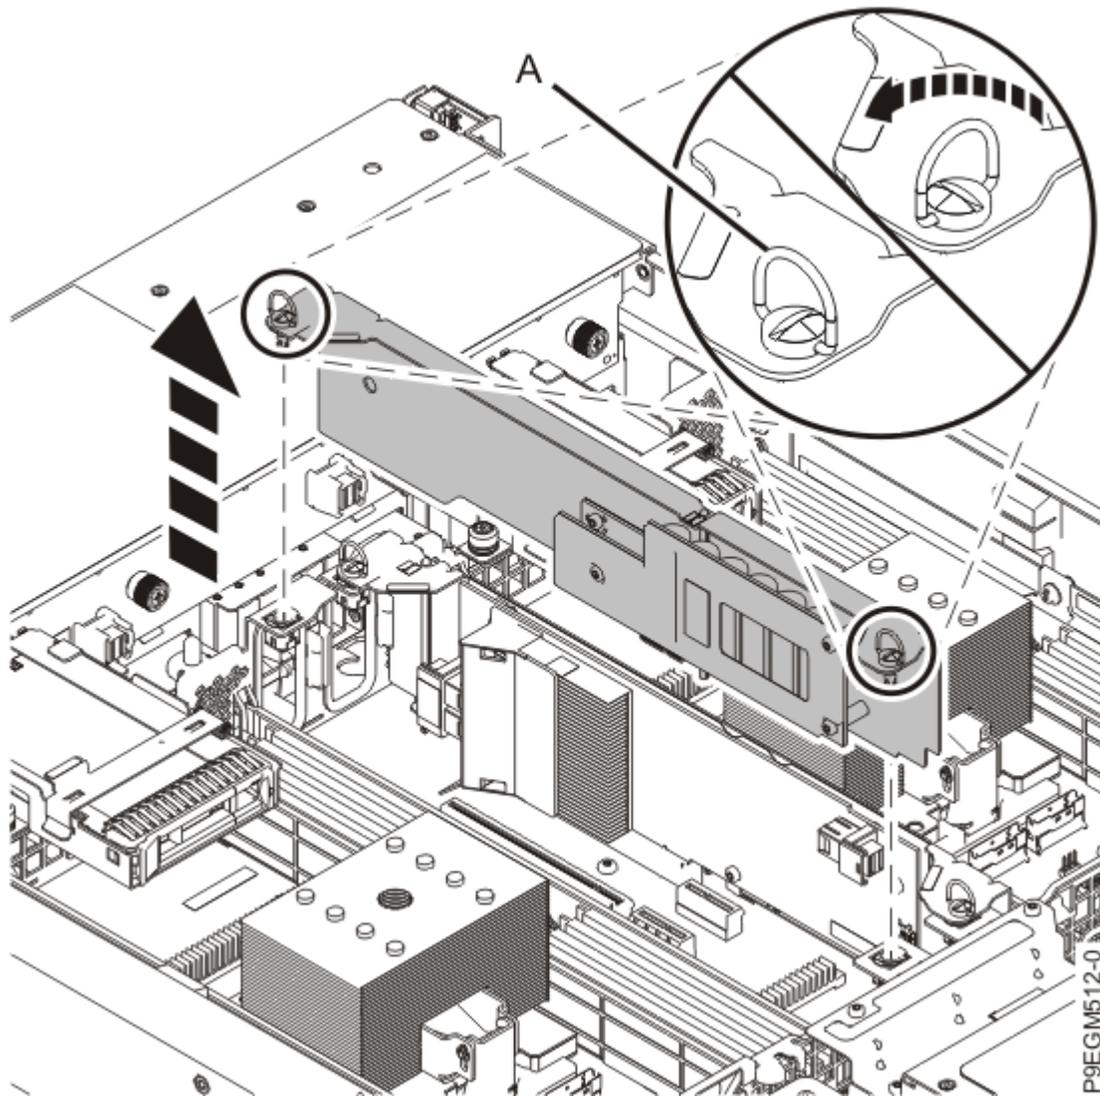

Abbildung 23. Sicherungsstromversorgungsmodul ausbauen
- a) Drehen Sie die Schrauben **(A)** gegen den Uhrzeigersinn, um das Sicherungsstromversorgungsmodul zu entriegeln. Halten Sie das Sicherungsstromversorgungsmodul an seinen blauen Griffen und heben Sie es aus dem Steckplatz (siehe Abbildung 23 auf Seite 29).